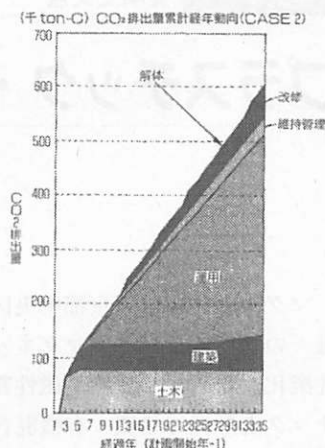

図4 CO₂排出量経年動向(CASE2)
③CO₂排出抑制技術を導入した場合(CASE2)のCO₂排出量の推移(図4参照)